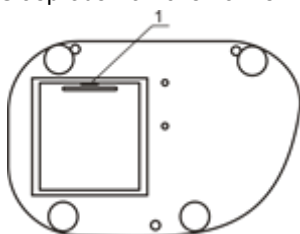

Abbildung 1.
- (für **DEN-1B**) Batterie einlegen. Stecken Sie einen flachen, spitzen Stift in die kleine Buchse (Abb. 1/1) an der Unterseite und öffnen Sie das Batteriefach. Legen Sie die Batterien wie in der Abbildung gezeigt ein und schließen Sie das Fach.